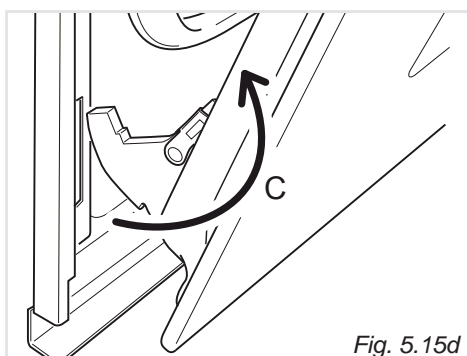

Fig. 5.15d
- Retirez les crochets des charnières de leur emplacement en suivant la flèche "C" (fig. 5.15d).